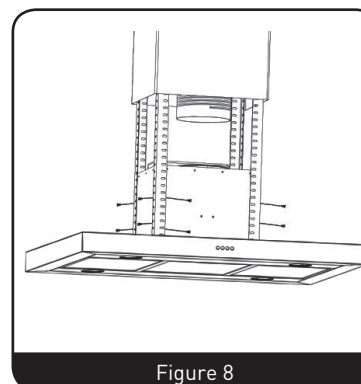

Figure 8
6. Soulevez le boîtier de la hotte aspirante et insérez-le entre les barres d'angle, puis fixez-le avec 16 vis M5. (Figure 8)